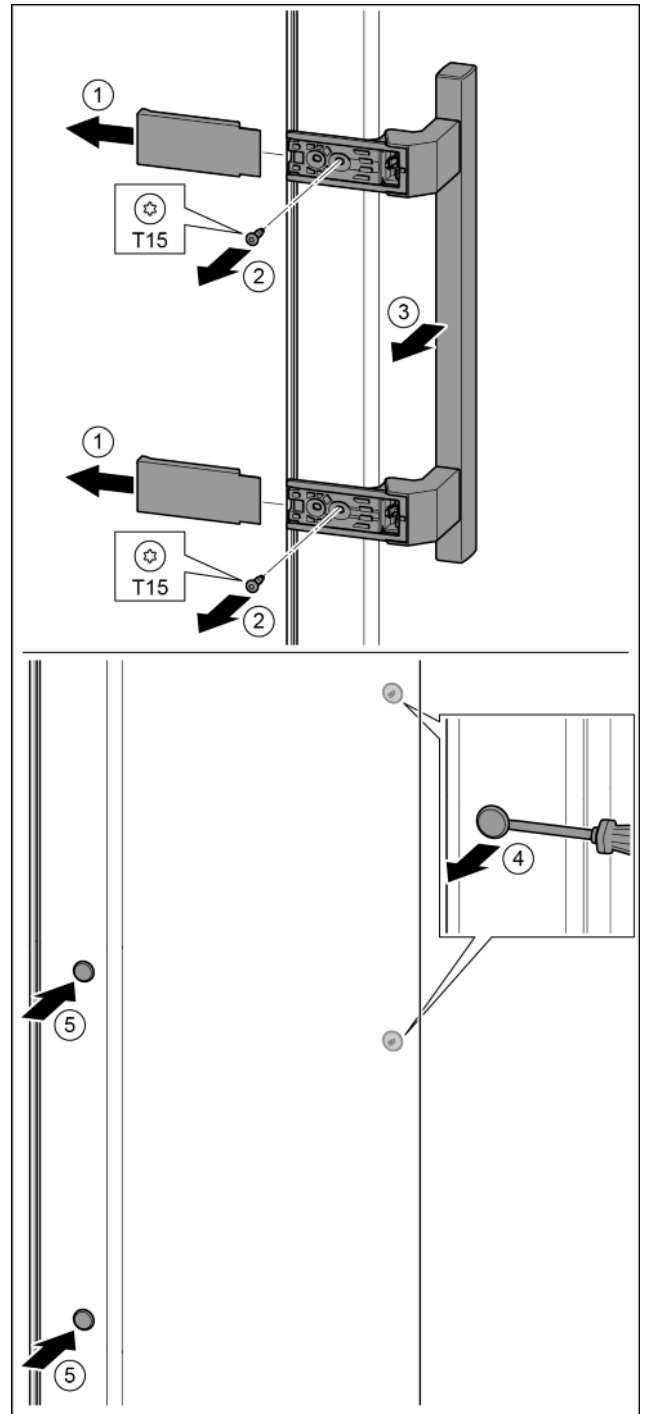

Fig. 34
- ▶ Abdeckung abziehen. *Fig. 34 (1)*
- ▶ Schrauben mit Schraubendreher T15 herausdrehen. *Fig. 34 (2)*
- ▶ Griff abnehmen. *Fig. 34 (3)*
- ▶ Seitlichen Stopfen vorsichtig mit einem Schlitzschraubendreher anheben und herausziehen. *Fig. 34 (4)*
- ▶ Stopfen auf der anderen Seite wieder einsetzen. *Fig. 34 (5)*